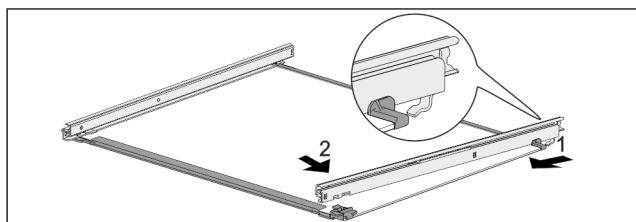

Fig. 59 Glasplatte mit Schienen
- ▶ Schiene hinten einhaken. Fig. 59 (1)
- ▶ Schiene vorne einrasten. Fig. 59 (2)